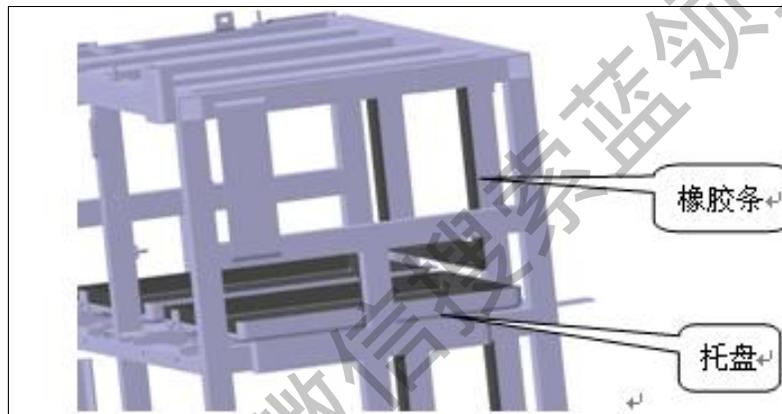
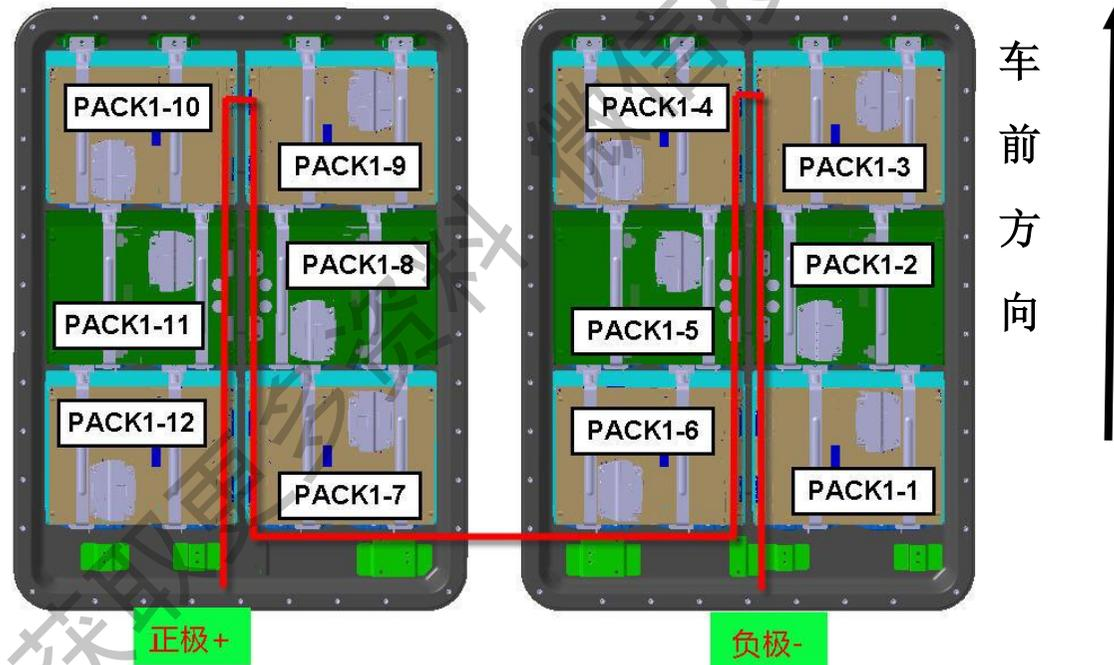

图 2 橡胶位置图
图 3: pack1 模组装配顺序
- ①在安装电池之前需对电池安装托盘进行清扫，不允许存在垃圾及铝屑。
- ②检查骨架中预埋螺母是否堵塞，如出现堵塞影响装配，需要提前进行处理。
- ③查看前轮包骨架距车身一侧的纵梁上贴的橡胶是否正确，正确的橡胶如图 2 所示，若托盘压住橡胶条，请将多出部分使用工具割掉。
(1)先将隔热棉平整铺在托盘上，再将 PACK1 14 节模组照图 2 示编号顺序放置在托盘内对应的位置，紧固电池模组压条，如图 3 所示。模组安装顺序不允许调换，否则影响电器系统调试及整车安全性能。